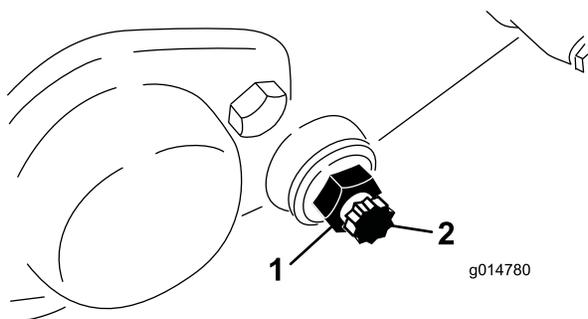

Рисунок 56
3. На каждой стороне машины ослабьте зажимную гайку, стопорящую болт планки неподвижного ножа (Рисунок 56).
4. Снимите оба болта планки неподвижного ножа, чтобы ее можно было потянуть вниз и снять с машины. На каждом конце планки неподвижного ножа оставьте по две нейлоновых и две штампованных стальных шайбы (Рисунок 56).